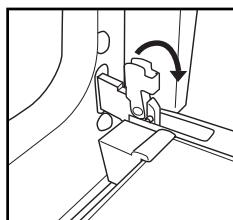

Fig. 1
- Løft opp de to stopperne og trykk dem forover så langt de går (fig. 1).